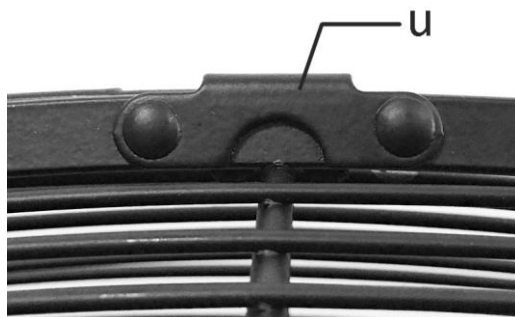

Abb. 15
1. Den Haken (u) am Vordergitter oben in das hintere Ventilatorgitter einhängen (Abb. 15).